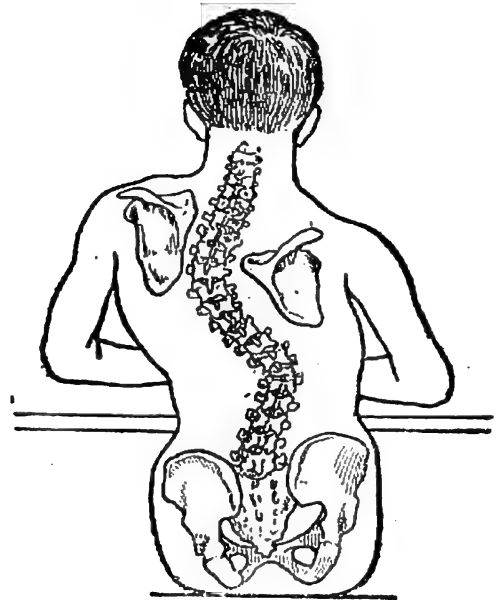

Fig. 8. — Déviation de la colonne vertébrale.
**7. Quelques conseils.** — Les os des enfants n'ont pas encore acquis toute leur dureté; ils peuvent se déformer. Prenez donc l'habitude de vous tenir bien droits, veillez à ne pas appuyer toujours le corps sur votre coude gauche quand vous écrivez, afin d'éviter les courbures que prendrait facilement votre colonne vertébrale (*fig. 8*). Autant que possible, évitez les chocs qui pourraient briser ou déboîter des os, causant ainsi des *fractures* ou des *foulures*.